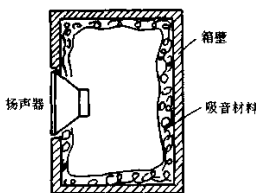

图 7-34 封闭式音箱结构示意图
(1) 封闭式音箱。如图 7-34 所示是封闭式音箱结构示意图，这种音箱的特点是结构简单，它除了扬声器孔之外，箱体上没有其他孔，呈全密封状态，所以得名封闭式音箱。封闭式音箱中扬声器纸盆前后被分隔成两个互不通气的空间，一个是无限大的箱体外空间，另一个则是具有一定容积空间的箱内空间，箱内各壁面布满了吸音材料。